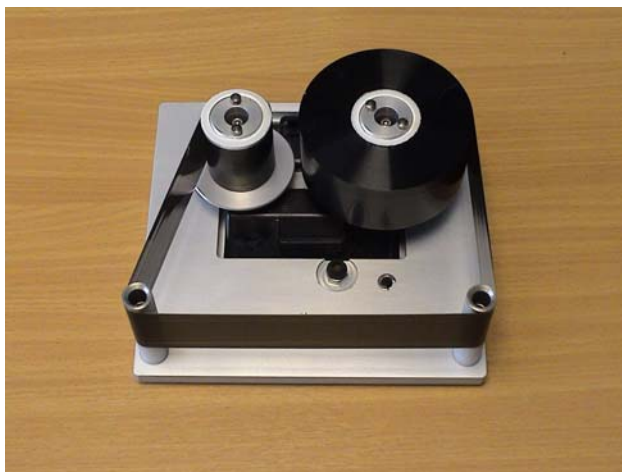

Рисунок 5-14: Место прохождения ленты ленточной бобины
- 9 Поверните пустую бобину рукой, чтобы затянуть лишнюю часть ленты. Прекратите поворачивать пустую бобину, когда начнет поворачиваться полная бобина (Рисунок 5-14).